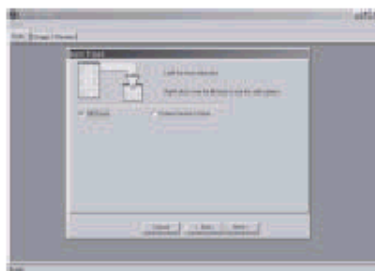

Fig. 8-10 Configuración de Ordenamiento de Campos
2.7 Seleccione las condiciones de ordenamiento como en la Fig. 8-10. Natural Order significa sin ordenamiento y Set Order significa seleccionar el orden de los campos. Luego haga clic en Next.